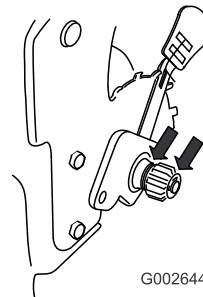

Bild 41
2. Tragen Sie Schmieröl auf die Innen- und Aussenseiten des Getriebes auf, wie in Bild 41 gezeigt.